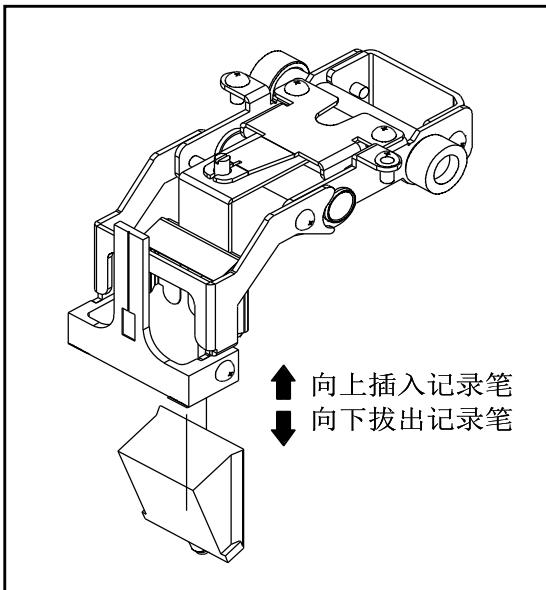

图 7-3 纤维笔的拆卸与安装
(3) 用手指捏住纤维笔两端轻轻向下拉，即可拔出纤维笔。
(4) 取下新纤维笔的笔帽，捏住纤维笔两端对准弹性片槽口向上压入即固定，见图 7-3。
(5) 把机芯推入机壳内，锁定。
(6) 将存纸盒还原，使笔尖与滚筒接触。
(7) 仪表长期不使用的场合，应取下纤维笔，盖上笔帽放置。